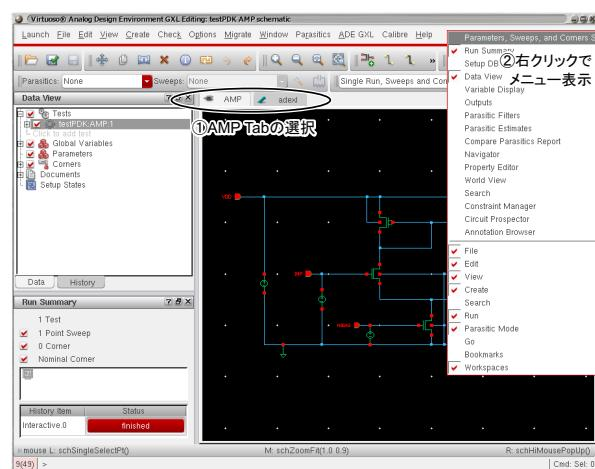

図 86: パラメータセットアップ
6. 次に、最適化時にスイープする変数の設定を行う。図 86 に示すように、ADE GXL ウィンドウ内のタブから AMP と書いてあるタブをクリックし、回路図を表示する。その後、同ウィンドウの右上のメニューと Cadence ロゴの間の何もない所を右クリックすると表示されるメニューの一一番上の Parameters, Sweeps, and Corners Setup を選択すると、ADE GXL ウィンドウの右側にパラメタ設定用のウィンドウが表示される。このウィンドウを使用して最適化でスイープするパラメタを設定する。